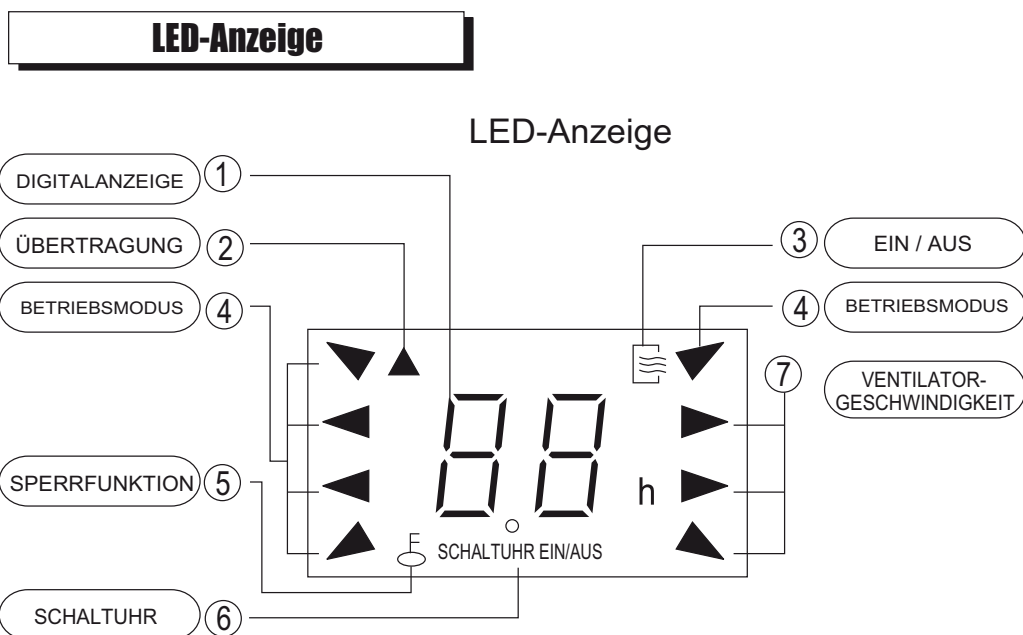

Abb. 2
- ① **Digitalanzeige** : Auf der Digitalanzeige wird die eingestellte Temperatur angezeigt. Bei der Schaltuhraktivierung wird die Einschalt-/Ausschalt-einstellung angezeigt. Beim Ventilatorbetriebsmodus werden keine Angaben angezeigt.
- ② **ÜBERTRAGUNG** : Diese Anzeige blinkt, wenn die Fernbedienung ein Signal an die Inneneinheit sendet.
- ③ EINSCHALTEN/AUSSCHALTEN : Das EIN/AUS-Zeichen beleuchtet, wenn das Klimagerät eingeschaltet wird, und wird bei der Ausschaltung gelöscht.
- ④ BETRIEBSMODUS : Durch Drücken dieser Taste wird der aktuelle Betriebsmodus angezeigt: AUTO / KÜHLUNG / ENTFEUCHTUNG / HEIZUNG (nicht bei nur-Kühl-Modellen verfügbar) oder VENTILATOR.
- ⑤ SPERRFUNKTION: Durch Drücken dieser Taste leuchtet die Sperrlichtanzeige auf. Drücken Sie die Taste wieder und die Anzeige wird gelöscht.
- ⑥ SCHALTUHR : Anzeige der eingestellten Schaltuhrangaben. Bei eingestellter Einschaltuhr wird die entsprechende Uhrzeit angezeigt (TIMER ON). Bei eingestellter Ausschaltuhr wird die entsprechende Uhrzeit auch angezeigt (TIMER OFF). Bei eingestellter Ein- und Ausschaltuhr wird TIMER ON-OFF angezeigt, was darauf hinweist, dass das Gerät zum automatischen Ein- und Ausschalten eingestellt wurde.
- ⑦ VENTILATORGESCHWINDIGKEIT : Drücken Sie diese Taste, um die gewünschte Geschwindigkeitsstufe auszuwählen. Auf der LCD-Anzeige werden die entsprechenden Angaben angezeigt (außer bei Auto-G.).
**HINWEIS** : Die Abbildung 2 ist ausschließlich beispielhaft. Beim Betrieb werden nur die entsprechenden Betriebsangaben angezeigt.